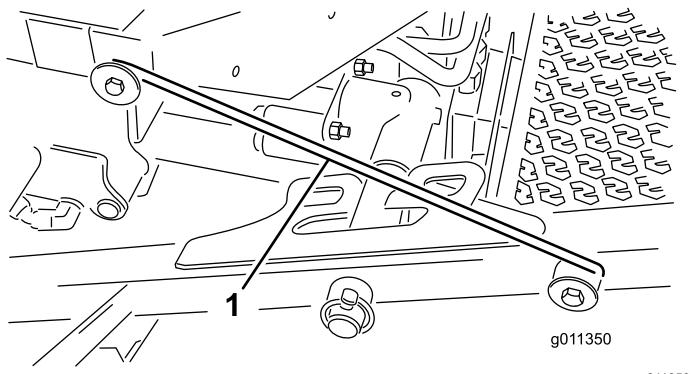

図 36
4. 前のキャリアフレームリテーナからラッチのロッド図 36 を外す。
5. 前カッティングデッキの外側を持ち上げ、運転台前部のフレームについているピンにラッチを掛ける図 36。